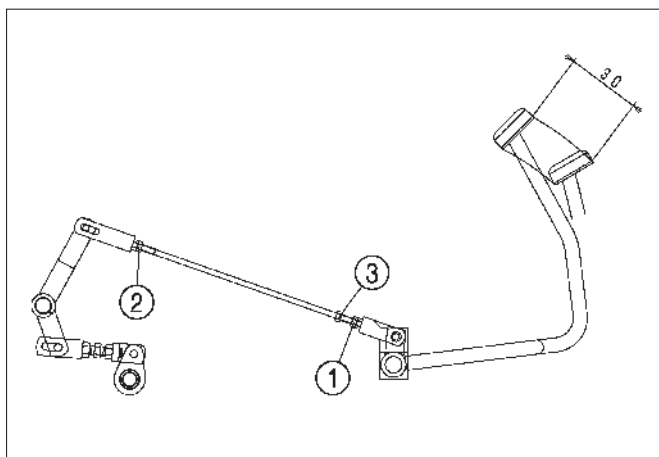

Fig. 102
FIG. 102: Desserrez l'écrou de blocage (1) (filet droit) et l'écrou de blocage (2) (filet gauche). Réglez la tige avec l'écrou à épaulement (3), pour obtenir la garde de pédale de frein correcte.